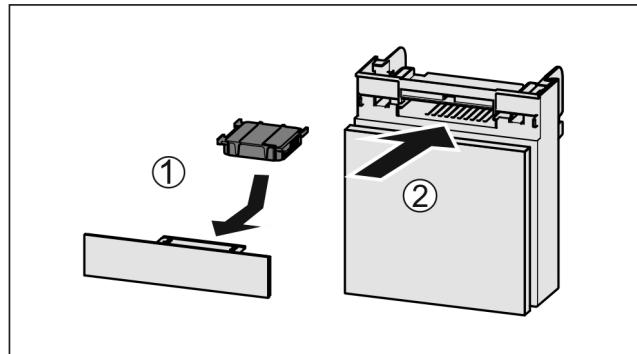

Fig. 116
- Поставете Fig. 116 (1) филтъра с активен въглен, както е показано на фигурата.
- Вкарайте Fig. 116 (2) отделението.